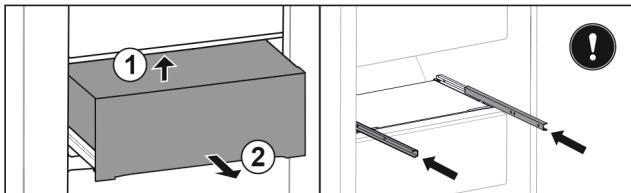

Fig. 114
- Підняти висувний ящик знизу назад. Fig. 114 (1)
- Вийняти висувний ящик рухом вперед. Fig. 114 (2)